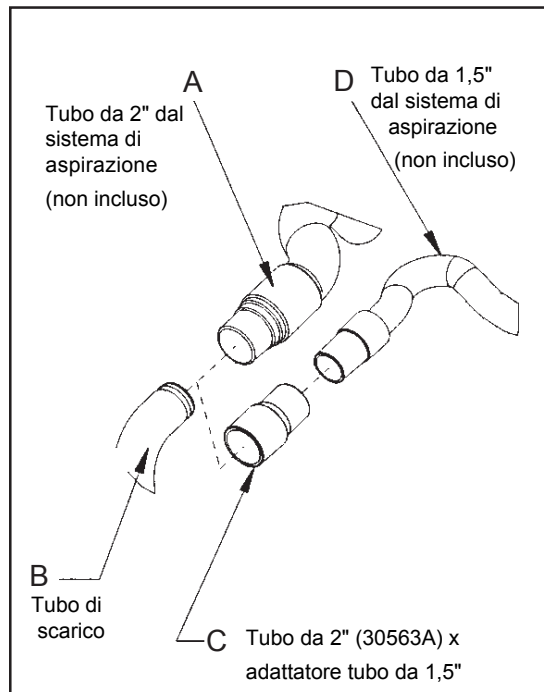

Figura 1
1. Montare l'estremità del tubo da 2" (Figura 1, A) direttamente sul tubo di scarico (Figura 1, B).
1. Collegare l'adattatore terminale del tubo da 2" x 1½" (codice 30563A) (Figura 1, C) al tubo di scarico (Figura 1, B).
2. Inserire l'estremità del tubo da 1 ½" (Figura 1, D) nell'adattatore (Figura 1, C).
1. Rimuovere la copertura del motore. Vedere la Figura 1.